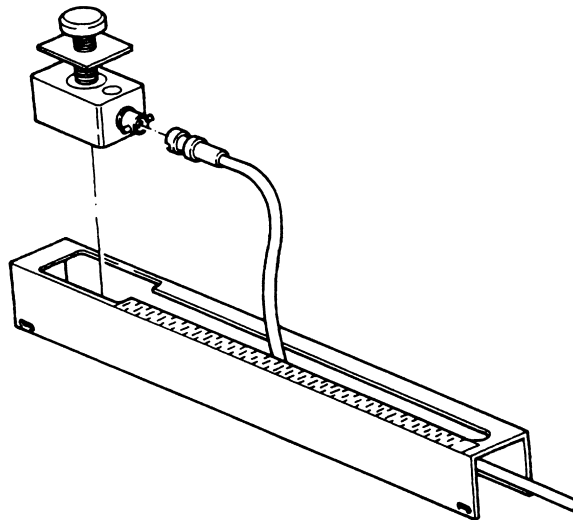

Bild C.4 : Position von Sensor und Kabel
- 4 Jeden Sensor mit einem Koax-Kabel verbinden und die Sensoren in die Schienen einführen (Bild C.4). Beim Einführen der Sensoren ist darauf zu achten, daß die Rohrwand mit den Sensoren nicht vor Erreichen der richtigen Position berührt werden darf, weil sonst das Koppelfett von den Sensoren gewischt wird, was zu mangelhafter Ultraschallkopplung zwischen Sensoren und Rohrwand führt.